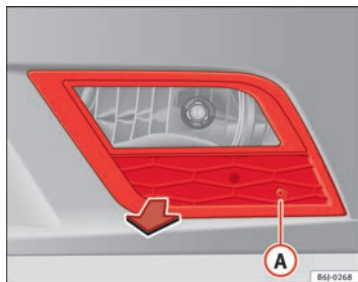

Fig. 146 Projecteur antibrouillard
- Retirez la vis ⇒ fig. 146 **A** de la grille du projecteur antibrouillard à l'aide d'un tournevis.